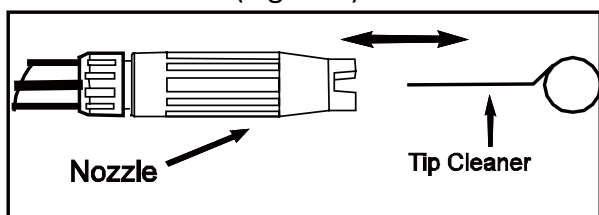

Figura 5 – Inserire l'accessorio di pulizia nell'ugello e muoverlo avanti e indietro per eliminare i detriti
- Inserire l'accessorio di pulizia fornito in dotazione o il filo metallico di una graffetta nel foro dell'ugello e muoverlo avanti e indietro per eliminare i detriti (Figura 5).